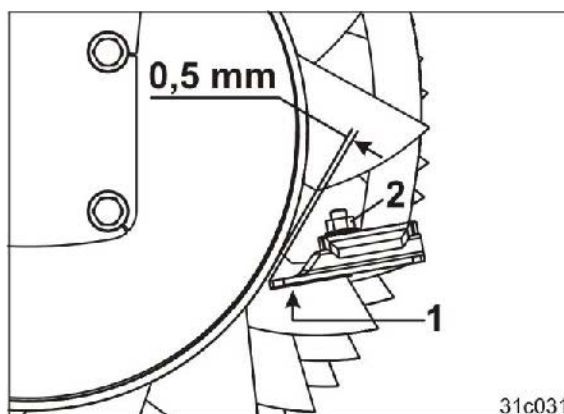

Fig. 124
4. Desserrer la vis (Fig. 124/2).
5. Visser le décrotteur (Fig. 124/1) à 0,5 mm de l'élément du rouleau.